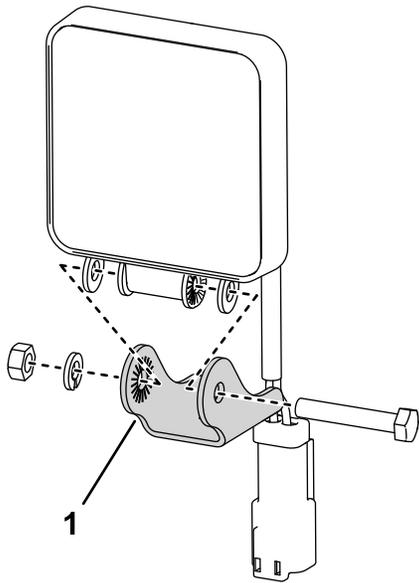

Figure 2
- Déposez les petits supports des projecteurs de travail Figure 2.